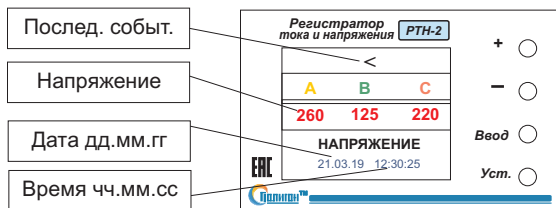
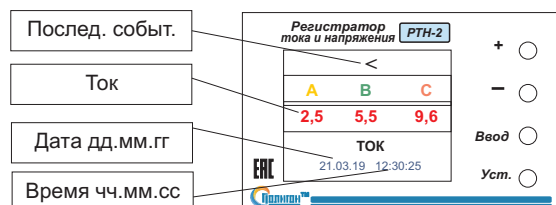

Рис.2
Рис.3
4.1.3. Для просмотра записанных событий необходимо нажать кнопку «Ввод», при этом на дисплее высветится запись последнего события аварийной ситуации по напряжению (рис.2) или по току (рис.3), причем значения напряжения и тока, не соответствующие заданным параметрам, мигают. Нажатием на кнопку «-» можно